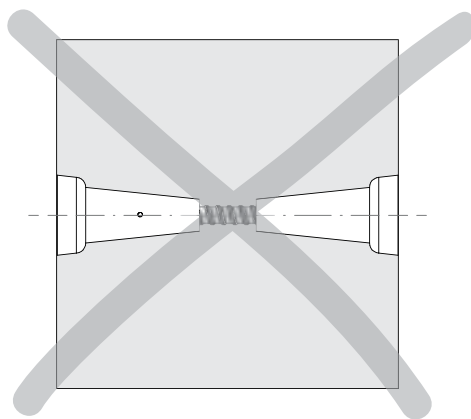

Fig. B1.01
- Ogni mensola CB deve avere un ancoraggio proprio. La rimozione o la modifica dell'ancoraggio possono essere eseguiti soltanto dal lato in cui vengono trasferiti i carichi. Non è consentito installare due coni contrapposti. (Fig. B1.01)